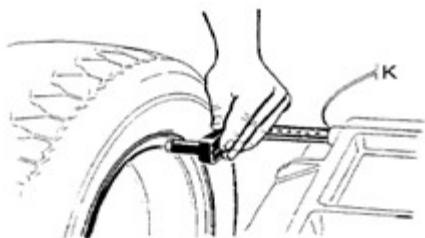

Рис. 1
- Переместите измерительную рейку так, чтобы коснуться края обода (рис. 1), считайте значение расстояния, нажмите **a+** и **a-**, чтобы установить значение «a».